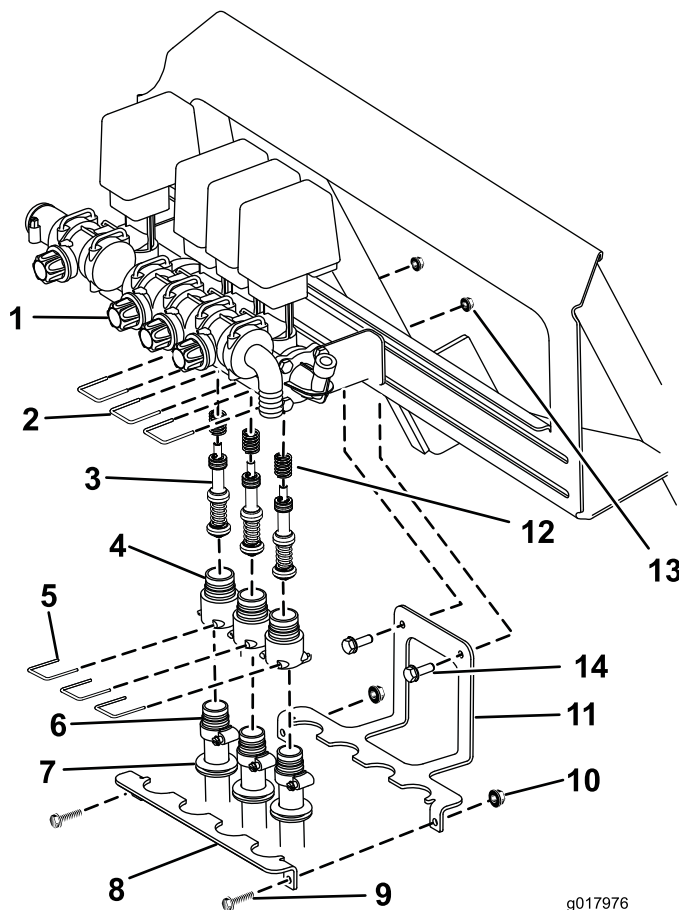

Bild 1
Hinweis: Beziehen Sie sich für alle Schritte auf Bild 1.
1. Befestigen Sie die Schlauchstabilisierhalterung mit zwei Schrauben (5/16" x 3/4" und Bundmuttern (5/16") am Heck der Maschine, wie in Bild 1 dargestellt.